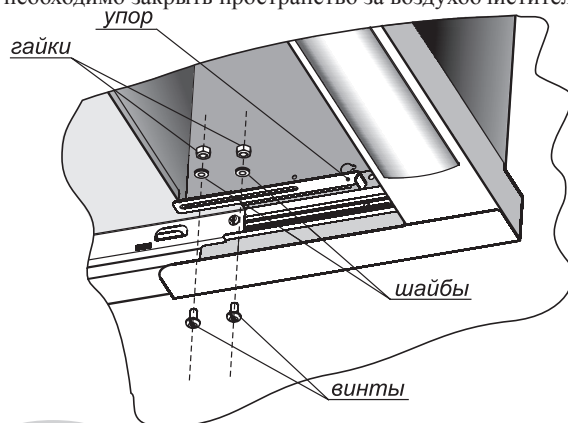
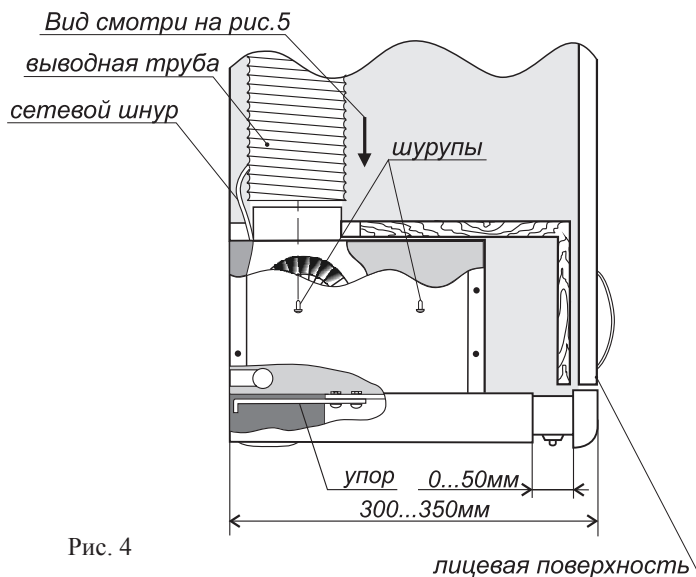

Рис. 3
Рис. 4
- 6.2 Воздухоочиститель рассчитан для монтажа в шкафчик глубиной 300 мм. При этом лицевая поверхность шкафчика и панель воздухоочистителя будут находиться в одной плоскости. При большей глубине шкафчика (до 350 мм), Вы можете отрегулировать ход выдвижной панели так, чтобы в закрытом состоянии она была на одном уровне с лицевой поверхностью шкафчика. Для этого установите упор (рис. 3) и отрегулируйте его вылет (рис. 4). Если глубина Вашего шкафчика больше 350 мм, то при его изготовлении необходимо закрыть пространство за воздухоочистителем мебельной панелью.
- Вставьте воздухоочиститель со снятыми фильтрами в полость шкафчика и изнутри разметьте четыре крепежных отверстия по верхнему своду воздухоочистителя (рис.4).